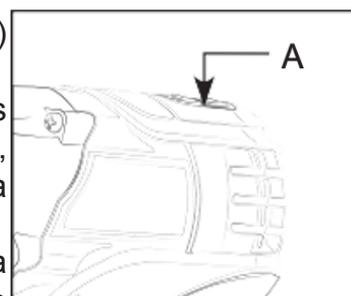

fig.3
1. A ferramenta é aplicada com o indicador de capacidade da bateria (A) no bloco superior para fácil visualização. Fig. 3)